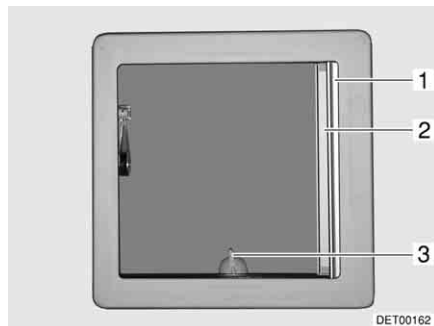
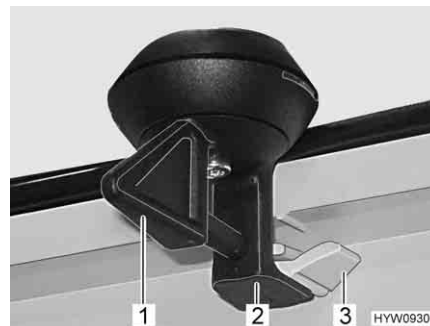

Fig. 68 Oblò inclinabile
Fig. 69 Bloccaggio (oblò inclinabile)
- Ruotare la leva (Fig. 69,1 o Fig. 68,3) di un quarto di giro.
- Girare la leva di un quarto di giro. Il bloccaggio (Fig. 69,2) deve entrare nell'aggancio inferiore (Fig. 69,3).
- Tirare la tendina oscurante pieghevole (Fig. 68,1) fino alla posizione desiderata e rilasciare. La tendina oscurante pieghevole rimane in questa posizione.
- Estrarre la zanzariera a rullo (Fig. 68,2) fino a quando non scatta il bloccaggio dalla parte opposta.